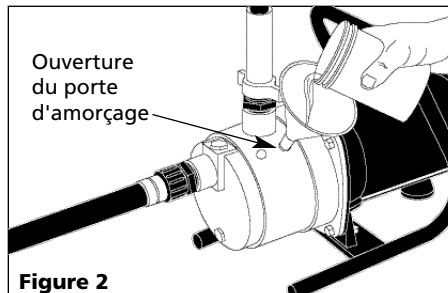

Figure 2
1. Retirer le port d'amorçage de la pompe et remplir d'eau. Réinstaller le port d'amorçage de la pompe (voir la figure 2). *Pour suralimenter la pression d'eau : Ne pas retirer le port d'amorçage. Mettre l'eau en marche.*